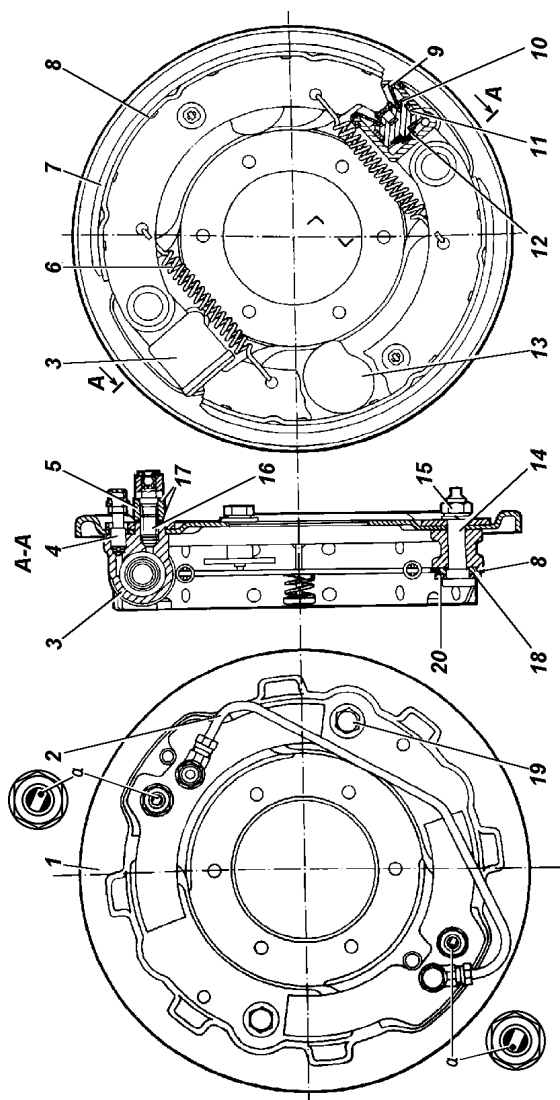
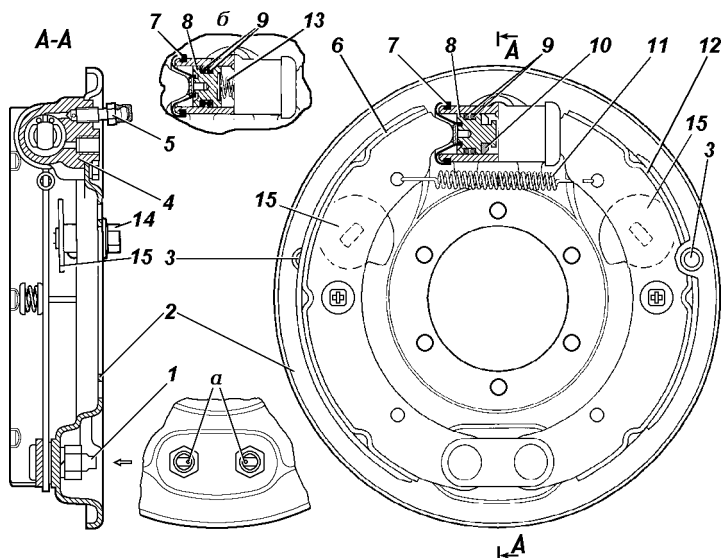

Рис. 9.30. Тормоз переднего колеса (для мостов, приведенных на рис. 9.19):
Рис. 9.31. Тормоз заднего колеса:
Барabanные тормозные механизмы передних (рис. 9.30) и задних (рис.9.31) колес. Периодически снимайте тормозные барабаны и очищайте детали тормозов от пыли и грязи. Периодичность этой операции зависит от условий эксплуатации автомобиля. В летнее время и при езде по грязным дорогам чистка должна проводиться чаще, зимой - реже.
2. Вращайте колесо постепенно и поворачивайте болт 19 (см. рис. 9.30) или 14 (см. рис. 9.31) регулировочного эксцентрика до тех пор, пока колесо не затормозится.
2. Ослабьте гайки опорных пальцев и установите опорные пальцы в начальное положение (метки на торцах опорных пальцев должны быть расположены, как указано на рис. 9.30, 9.31).